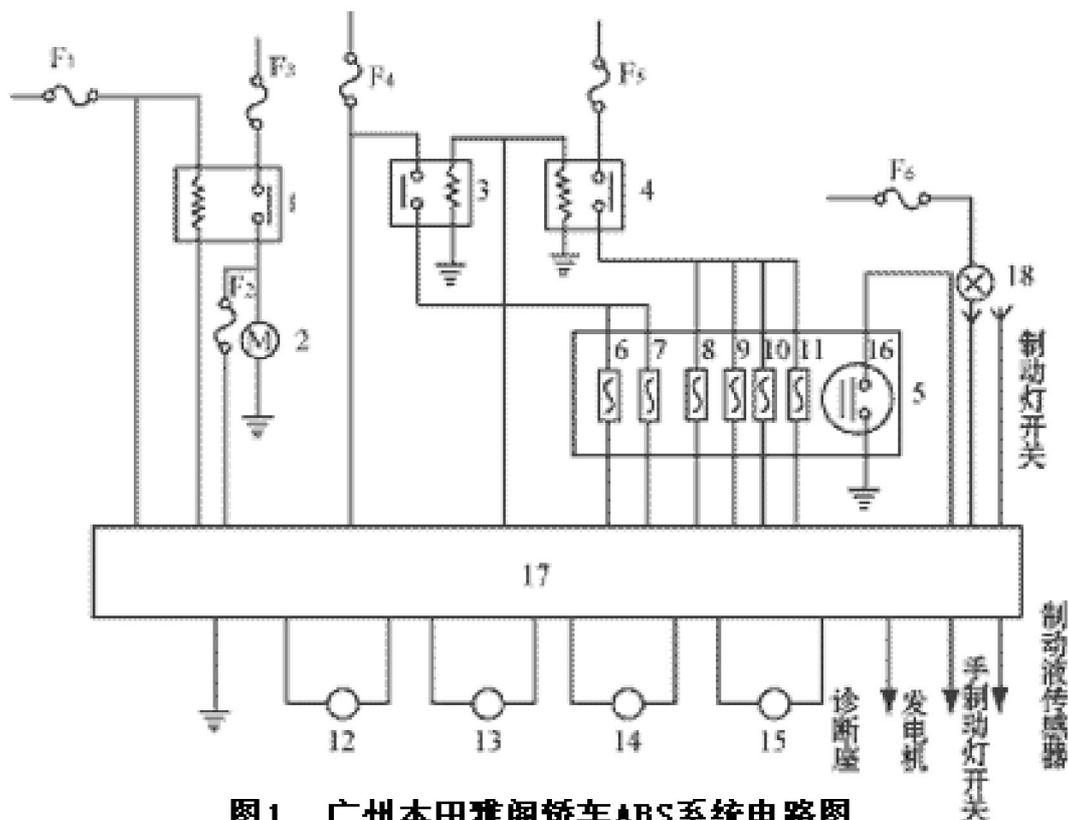

图1 广州本田雅阁轿车ABS系统电路图
- 2). 该车装有故障自诊断系统, 取下右侧杂物箱, 找出自诊断座上的蓝色 2 孔插座, 短接。将点火开关拨至 ON 位置, ABS 灯闪烁故障码为 10, 表明制动液电动泵运转不停。但观察启动 ABS 灯亮时, 该泵并不转。根据 ABS 系统的工作原理和电路图分析 (见下图 1), 产生此故障码的原因可能是压力不够或压力开关不能闭合所致。